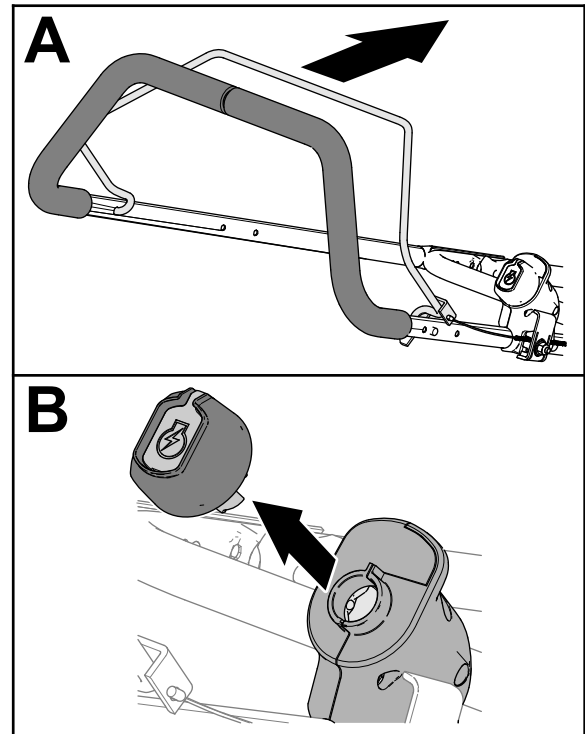

Рисунок 17
1. Відпустіть важіль присутності оператора (Рисунок 17).